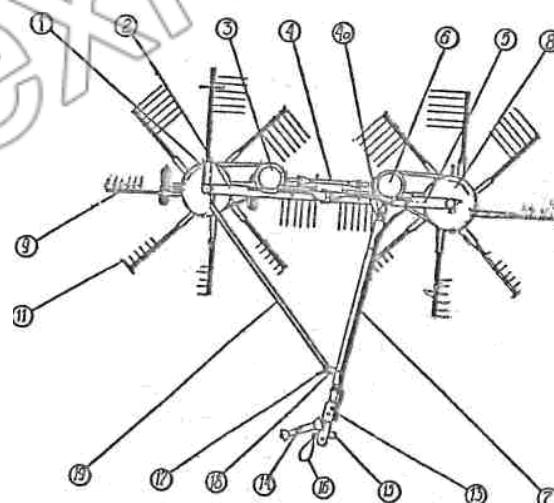

Рис. 1. Грабли-ворошилки (рабочее положение)
2.4.1. Грабли (рис. 1) состоят из левого 8 и правого 1 роторов, левой 5 и правой 2 секции, прицепы 7, раскос 19, цилиндрического 13 и конических левого 6 и правого 3 редукторов, карданных передач 4 и 4а, карданного вала для передачи крутящего момента от ВОМ трактора 14, 2.5. Устройство и работа составных частей изделия.
Прицеп (рис. 1) предназначен для присоединения граблей к трактору. Прицеп представляет собой сварную конструкцию из трубы круглого сечения, внутри которой проходит, карданская передача привода роторов. Прицеп крепится к левой секции. При отсоединении от трактора в рабочем положении прицеп устанавливается на выдвижную опору 15. На передней части прицепа закреплен страховочный трос 16. На прицепе закреплен маслопровод и кронштейн 17 присоединения растяжки 19.
Раскос 19 (рис. 1) предназначен для выравнивания и удерживания правого ротора в рабочем положении. Раскос присоединяется к снизу штырем 18. При транспортировке раскос отсоединяется от снизу и крепится на кронштейне на левой поперечине.
Ограждения 11 (рис. 1) предназначены для предотвращения свободного доступа к граблям при вращающихся роторах во избежание несчастных случаев.
4.3.2. Установите грабли в рабочее положение (см. рис. 1). Для этого 5 соедините с раскосом. 6. Опору прицепа установите в выдвинутое положение.
4.3.11. Установите на цилиндрическом редукторе и зафиксируйте карданный вал 14 (рис. 1) привода граблей и присоедините к ВОМ трактора.
Левый ротор опустите прицепным устройством трактора так, чтобы колесо левого ротора касалось поверхности почвы. Отсоедините прицеп от рамы (штырь у левого ротора) (рис. 7) и повернув руль трактора влево, задним ходом переведите грабли в рабочее положение. Присоедините к раме раскос 6 (рис. 1).